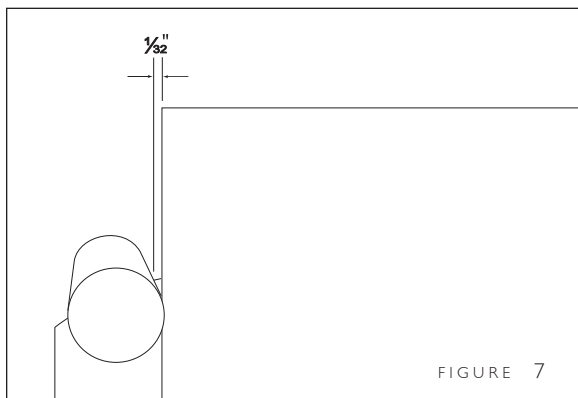

FIGURE 7
1. Vérifier la butée du papier. Elle doit se trouver à environ 1 mm (1/32 po.) du bord du papier (fig. 7). Il faut la régler si nécessaire (voir la section VI, page 8).